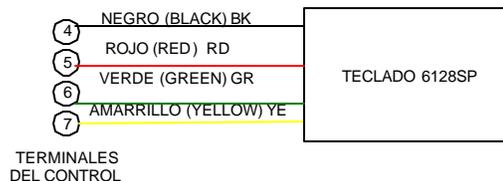

Figura 6. Conexiones del Teclado a la Tarjeta de Control
3. Conecte los teclados remotos 1 a los terminales 4, 5, 6 y 7 en la tarjeta de control, como se muestra en la Figura 6.